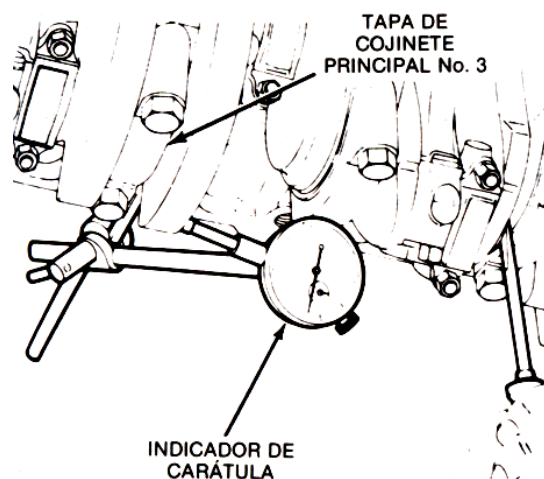

Fig. 3.39 Juego axial de la flecha del cigüeñal
20. Mida el juego axial de la flecha del cigüeñal: Instale un soporte de reloj palpador sobre la parte delantera del bloque, con el vástago del indicador apoyándose en la nariz de la flecha del cigüeñal. Haga palanca contra el cigüeñal para recorrerlo todo su viaje hacia atrás y ajuste el palpador a cero. Haga palanca ahora hacia delante y anote el juego axial de la flecha del cigüeñal. (Ver Fig. 3.39)